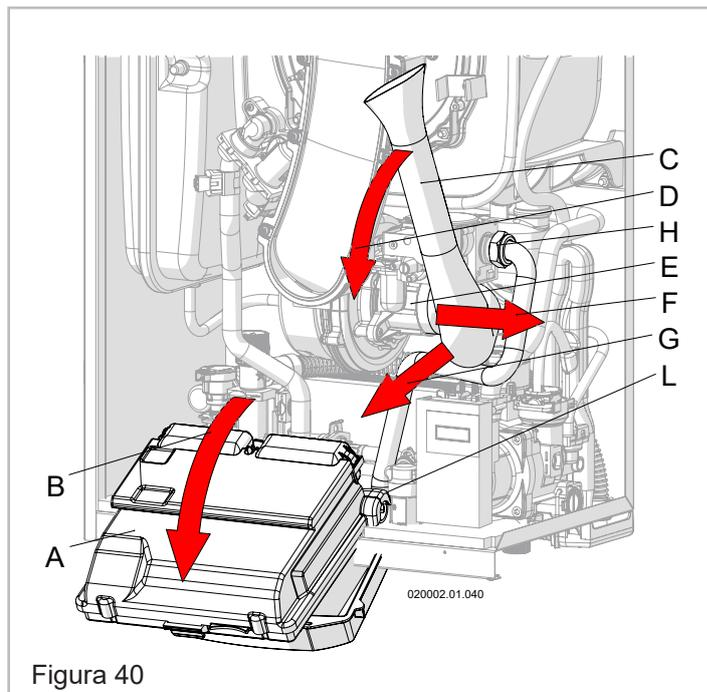

Figura 40
6. - Smontare il collettore aria "C" (Figura 40) avendo cura di ruotarlo esternamente, quindi sfilarlo dall'imbocco del ventilatore;
7. - Smontare il tubo di ingresso del gas tramite i due raccordi "H" ed "L" (Figura 40);
12. - Rimontare il tubo di alimentazione gas tramite i due raccordi "H" ed "L" (Figura 40);
13. - Rimontare il collettore aria "C" (Figura 40);